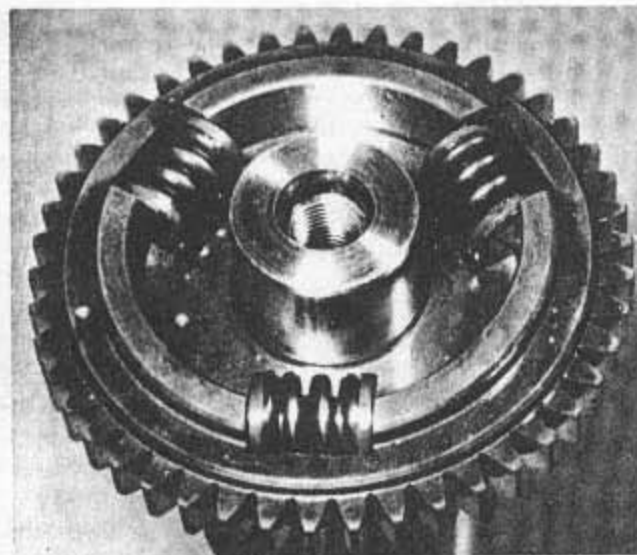

Bild 54
- Der Zusammenbau des Stossdämpfers erfolgt in der folgenden Weise: Jede Feder zusammen mit ihren beiden Schuhen in die Aussparungen in der Stossdämpfernabe einpassen. Zahnrad ausrichten und bis zum Anschlag auf die Federn aufschieben. Man beachte, dass die äussere Stirnfläche des Zahnrades mit einer Körnermarkierung versehen ist. Diese Markierung muss mit einer ähnlichen Körnermarkierung auf der Stossdämpfernabe übereinstimmen (Bild 54). Lager wieder aufsetzen, wobei zu beachten ist, dass die Nut für den Sicherungsring nach aussen zu liegen kommt